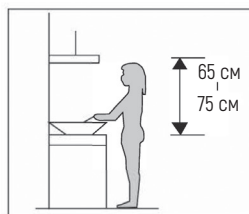

Рис. 1
1. Для достижения наилучшего эффекта вытяжку следует размещать на расстоянии 65-75 см от варочной поверхности. См. рис. 1.